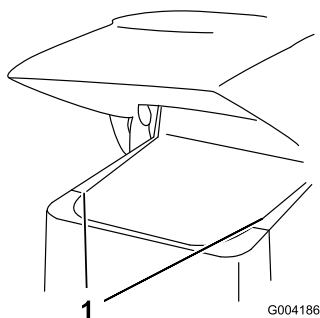

Figure 30
2. Faites coulisser les panneaux latéraux (Figure 30) vers le haut pour les sortir des fentes du panneau avant et du cadre.